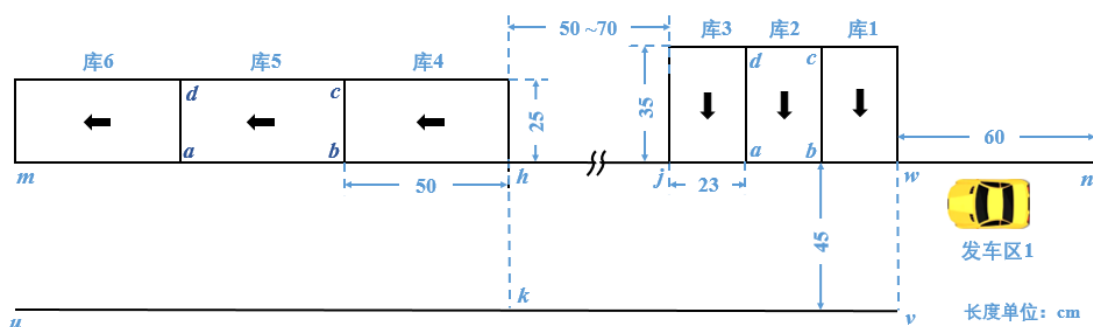
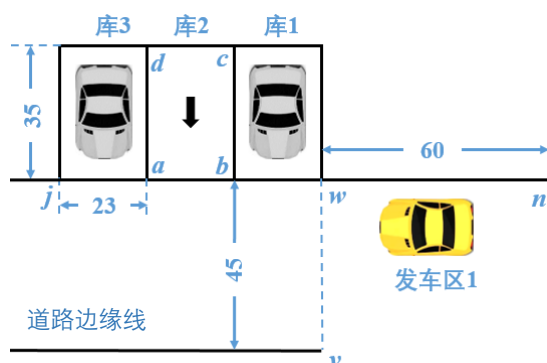
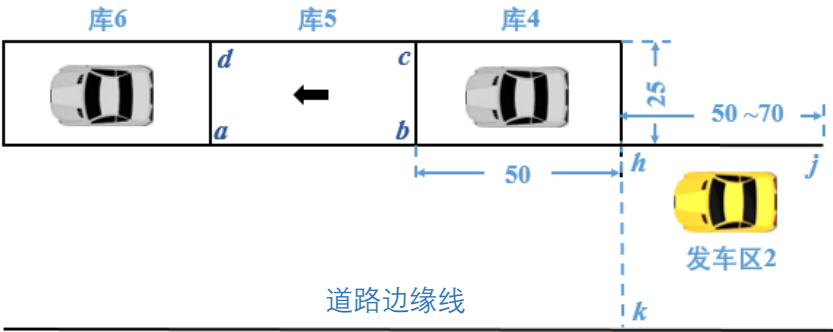

图 1 作品测试泊车场地示意图
图 2 倒车入库/出库区域示意图
图 3 侧方入库/出库区域示意图
设计制作具有自动泊车功能的电动车，可在图 1 所示的作品测试泊车场地上，分别独立完成“倒车入库/出库”或“侧方入库/出库”的单项操作，也可连续完成这两项入库/出库的操作。
（1）单项倒车入库/出库①：如图 2 所示，一键启动摆放在“发车区 1”内的电动车，电动车以“右侧垂直泊车方式”自动倒车进入库 2 内居中位置停车（详见图 2 中库区 $abcd$ ，此时库 1、库 3 内均停有车辆），倒车入库时间 T_1 越短越好（ T_1 定义见本题说明， $T_1 > 30s$ 的 T_1 测试项成绩记 0 分）。电动车在库内停车到位 5s 后，沿车头方向右转出库，车身整体出库时间不超过 15s。（20 分）
（2）单项侧方入库/出库①：如图 3 所示，一键启动摆放在“发车区 2”内的电动车，电动车以“右侧平行泊车方式”自动泊入库 5 内居中位置停车（详见图 3 中库区 $abcd$ ，此时库 4、库 6 内均停有车辆），侧方入库时间 T_2 越短越好（ T_2 定义见本题说明， $T_2 > 30s$ 的 T_2 测试项成绩记 0 分）。电动车在库内停车到位 5s
（3）单项倒车入库/出库②：移除图 2 中库 1、库 3 内停放的车辆，逐条按照第（1）项要求，电动车完成“邻库无车”时的倒车入库/出库。（20 分）
（4）单项侧方入库/出库②：移除图 3 中库 4、库 6 内停放的车辆，逐条按照第（2）项要求，电动车完成“邻库无车”时的侧方入库/出库。（20 分）
（5）连续倒车与侧方入库/出库①：如果参赛者确认其作品能连续完成第（1）、（2）项功能要求，可直接测试本项，成功完成的将在第（1）、（2）项得分基础上加 5 分。此刻泊车场地（图 1）中的库 1、3、4、6 内均居中停有车辆。电动车自图 1 中“发车区 1”内一键启动泊车，按第（1）、（2）项要求，连续完成自动倒车及侧方入库/出库。（5 分）
（6）连续倒车与侧方入库/出库②：如果参赛者确认能够连续完成第（3）、（4）项功能要求，则直接测试第（6）项，成功完成的可在第（3）、（4）项得分基础上加 5 分。此刻同时移除泊车场地（图 1）中的库 1、3、4、6 内所有停放车辆，电动车自图 1 中“发车区 1”内一键启动泊车，按照第（3）、（4）项要求，连续完成自动倒车与侧方入库/出库。（5 分）
2) **测试场地**: 赛区测试电动车自动泊车的场地如图 1 所示, 单项泊车场地(图 2、图 3)各为赛区测试场地(图 1)的一部分, 赛区测试场地不标注蓝色字符和线段, 直线段 hj 长度范围 $50\sim 70\text{cm}$ (具体长度由赛区决定)。倒库泊车的三个车库(库 1~3)长度均为 35cm 、宽度均为 23cm ; 侧方泊车的三个车库(库 4~6)长度均为 50cm 、宽度均为 25cm 。图中长方形 $abcd$ 为泊车库, 线段 ab 为“库口线”, 线段 bc 、 cd 、 da 为“库边线”; 线段 uv 与 mn 为道路边缘线, mn 与所有“库口线”重合。泊车场地应铺白纸, 纸上的黑色实线用 1.8cm 左右宽度的黑色胶带粘贴而成。
3) **发车区 1**: 测试第(1)、(3)项及第(5)、(6)项要求的功能时, 电动车应摆放于图 1 中“发车区 1”内, 即车身右侧投影线距离直线段 mn 约 5cm , 车头投影线距离前方虚线段 wv 约 $5\sim 30\text{cm}$, 测试时将随机调整该距离。
4) **发车区 2**: 测试第(2)、(4)项要求的功能时, 电动车应摆放于图 3 中“发车区 2”内, 即车身右侧投影线距离直线段 mn 约 5cm , 车头投影线距离前方虚线段 hk 约 $5\sim 30\text{cm}$, 测试时将随机调整该距离。